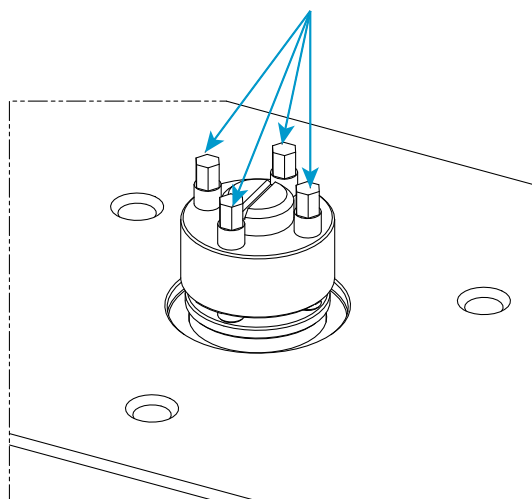

Figura 22. Gruppo tensionatore meccanico
11. Utilizzare la chiave dinamometrica (80-9-11) con la corrispondente bussola esagonale da 5 mm (67-4-29) fornita nel kit del tensionatore meccanico per serrare le quattro viti di fissaggio (mostrate in Figura 22 a pagina 104) sul tensionatore meccanico a 14 Nm (10,3 ft lbs) secondo la seguente procedura: